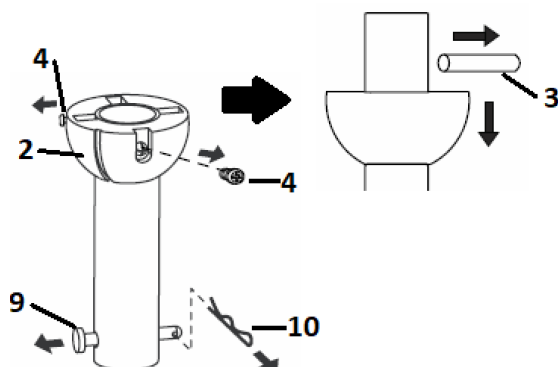

Fig. 6.1
1. Retire la junta de bola (2) y el pasador cilíndrico (3) aflojando los tornillos de fijación (4) de la varilla descendente (6). Retire el pasador de enganche (9) quitando el clip de bloqueo (10). (Fig. 6.1).